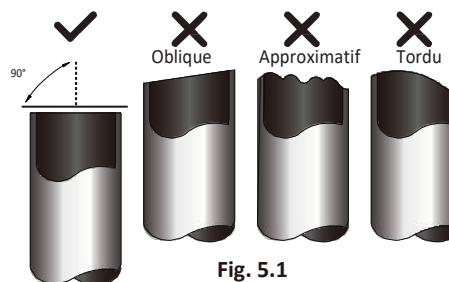

Fig. 5.1
3. Assurez-vous de découper le tuyau à 90°. Se reporter à la Fig. 5.1 pour voir des exemples de mauvaises coupes.